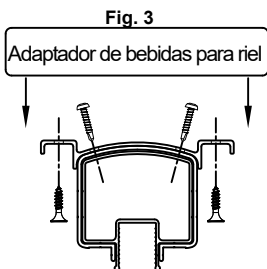
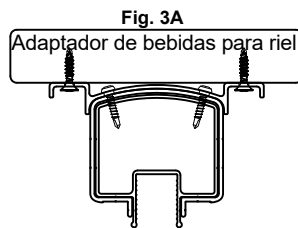

Fig. 3
Fig. 3A
**Paso 3:** Centre el riel de bebidas sobre el tope del adaptador para riel de Vista y fjelo con los tornillos 10 x 3/4" que se suministran colocados a través de los orificios pretaladrados. (Ver Fig.3 y Fig. 3A)